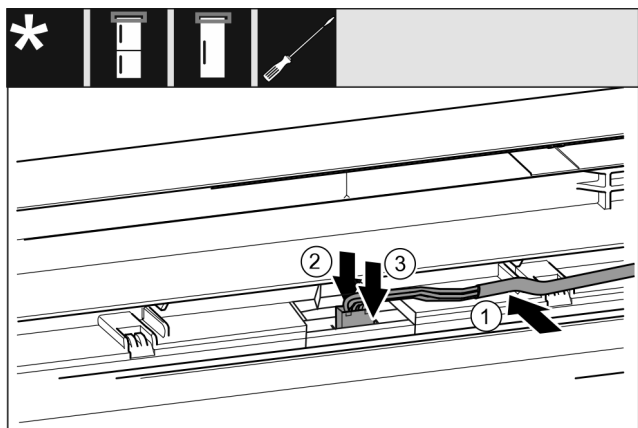

Fig. 33
- ▶ Šedý kabel vložte do vedení v horních dvířkách. Fig. 33 (1)
- ▶ Západku zatlačte dozadu. Fig. 33 (2)
- ▶ Zaklapněte zástrčku. Fig. 33 (3)